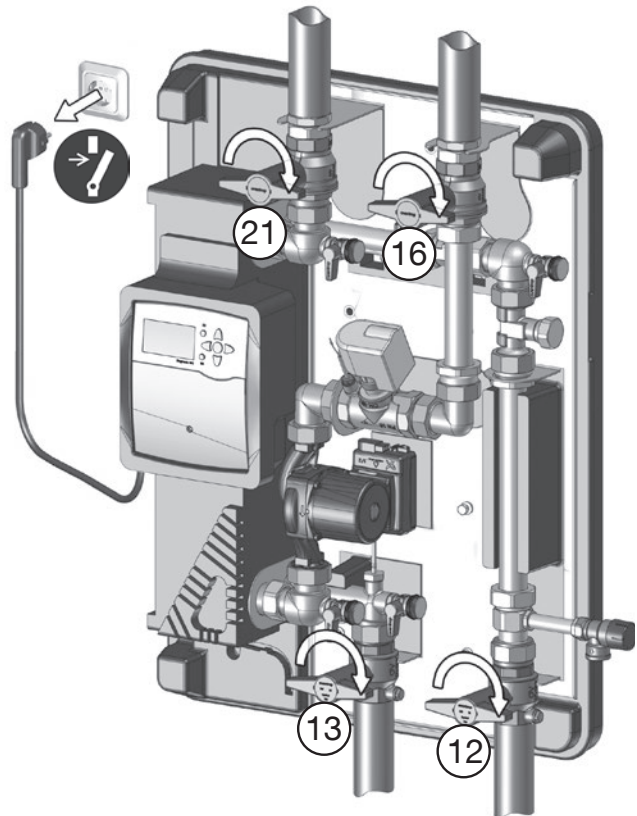

Abb. 5.13: Regler freischalten und alle Absperrkugelhähne schließen
2. Absperrkugelhähne 12 und 13 (Trinkwasserkreis) sowie Pos. 16 und 21 (Speicherkreis) schließen (Abb. 5.13).